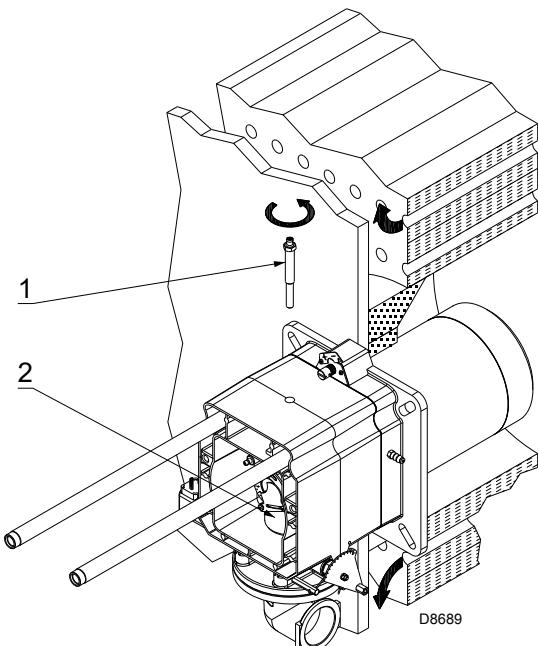

图 13
为了对燃烧头内部（图 13）进行操作，请按如下步骤操作：
- 拆下螺丝 1)(图 13)；
- 取出燃烧头内的部件 2)(图 13)，在对他们进行校准。